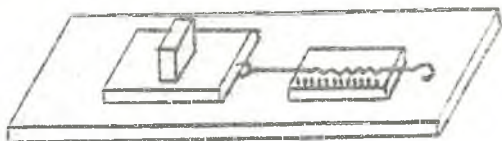

Рис. 3
1. На горизонтально расположенную доску установите брусок массой m (рис. 3).
9. Рассчитать коэффициент трения: $\mu = \frac{F_T}{mg}$, где F_T — сила тяги при движении груза по горизонтальной поверхности (рис. 3).
10. Используя полученное значение μ определить коэффициент полезного действия η' наклонной плоскости по формуле (12). Результаты сравнить со значением, полученным в п. 7.